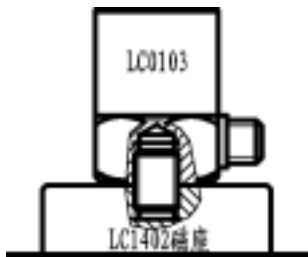
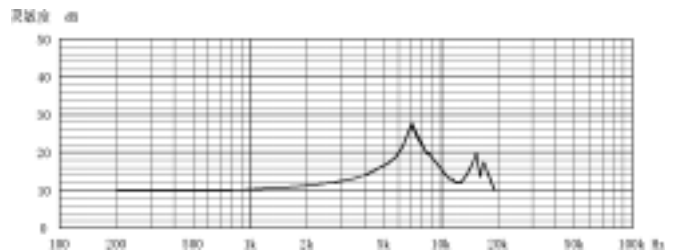

图 6 磁力安装座安装示意图
图 7 磁力安装座安装频响曲线图
(2)磁力安装座安装：磁力安装座分对地绝缘和对地不绝缘两种。在低频小加速度测试试验中，如被测物为不宜钻安装螺孔的试验件（如机床、发动机、管道等），磁力安装座提供了一种方便的传感器安装方法。如被测表面较平坦且是钢铁结构时，可直接安装；如被测表面不平坦或无磁力的，需在被测表面粘接或焊接一钢垫，用来吸住磁座。但在加速度超过 200g，温度超过 200℃时不宜采用。磁力安装座安装示意图及频响曲线图如图 6、图 7 所示：